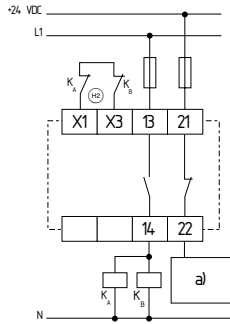

Fig. 18
**Commande à 2 canaux avec boucle de retour (Fig. 18)**